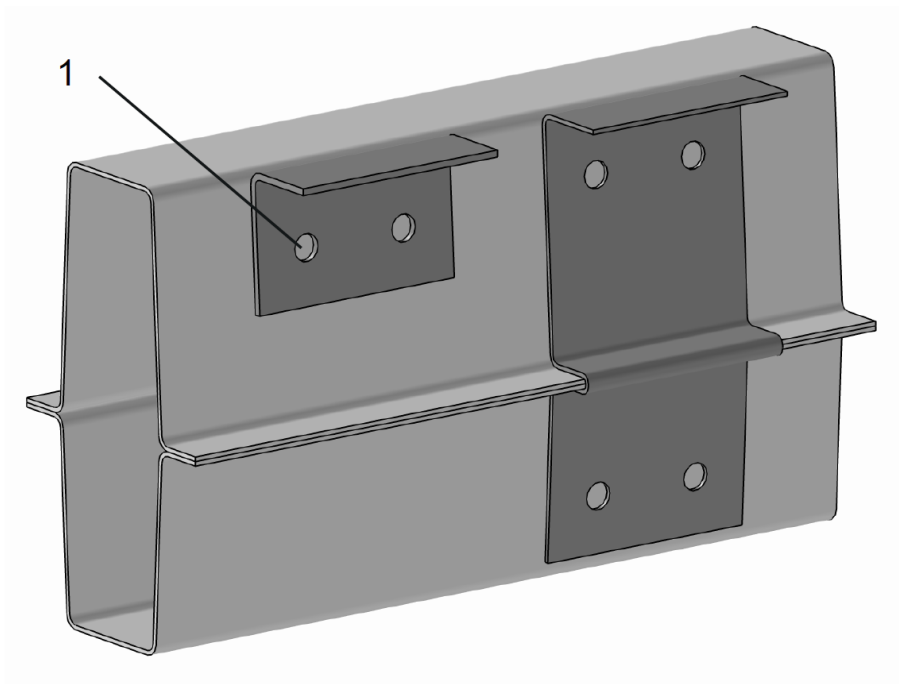

Abb. 2: Beispiel für Längsträger mit zusätzlichen Konsolen
- Beim Einschweißen zusätzlicher Konsolen etc. darf nur in der sogenannten neutralen Zone geschweißt werden. Einer Lochschweißung (siehe Abb.2) ist in jedem Fall der Vorzug zu geben. Schweißnähte quer zum Rahmen sind zu vermeiden.